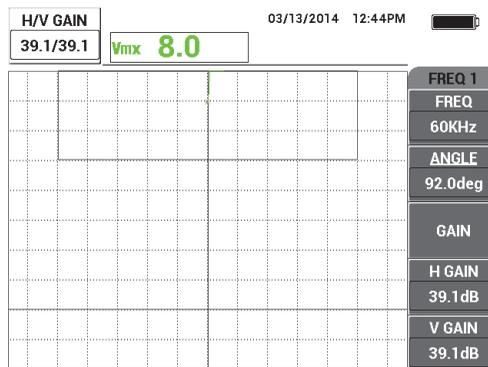

Figura 5-87 Regolazione del guadagno
8. Premere il tasto ERASE () , posizionare nuovamente la sonda sul campione (questa volta usare un valore maggiore di lift-off o di spessore della vernice; per esempio lo spessore di tre biglietti da visita), ed in seguito premere il tasto GAIN (dB). Quindi diminuire il guadagno fino a quando il punto in tempo reale è all'interno della schermata ed è circa il 90% dell'altezza dello schermo (vedere Figura 5-87 a pagina 201).